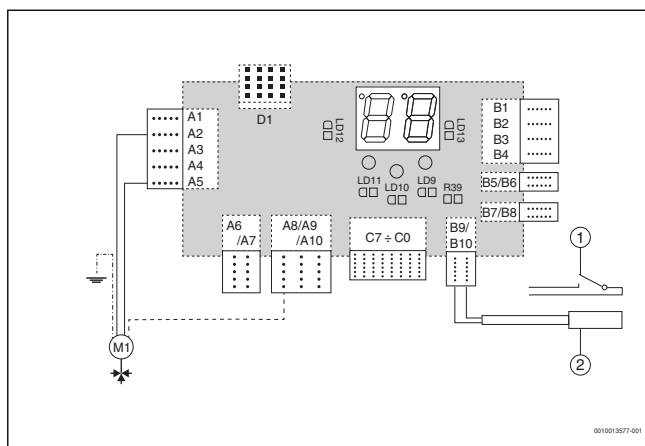

Рис. 1 Подключение 3-ходового клапана для управления горячим водоснабжением или резервным источником тепла
- ▶ Подключите провод исполнительного органа к электрической схеме (→рис. 1). Оставшиеся жилы заизолируйте (речь идёт о внутренних контактах исполнительного органа).
- ▶ Подсоедините датчик к клеммам B9-B10 электронного блока в соответствии с электрической схемой (→рис. 1). На проводе датчика и клеммах не нужно соблюдать полярность.